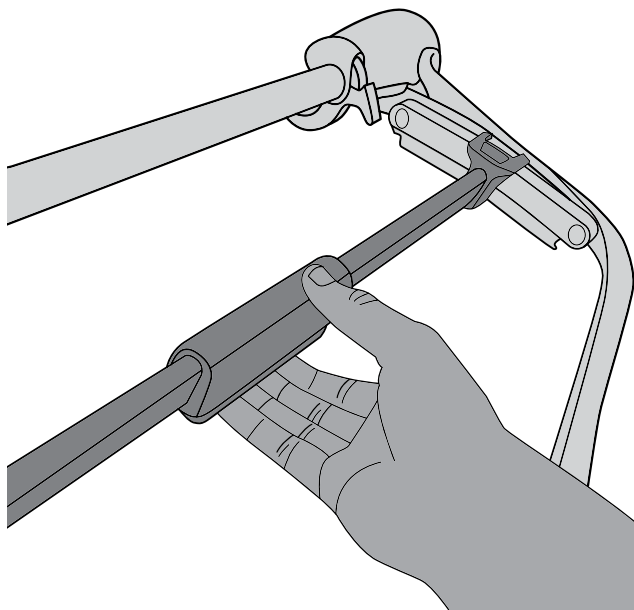

Figure 23
1. Pour ajuster l'inclinaison, appuyez sur le bouton jaune au bas du support du siège. Faites glisser le mécanisme selon le réglage de votre choix, puis relâchez le bouton jaune (Figure 23).